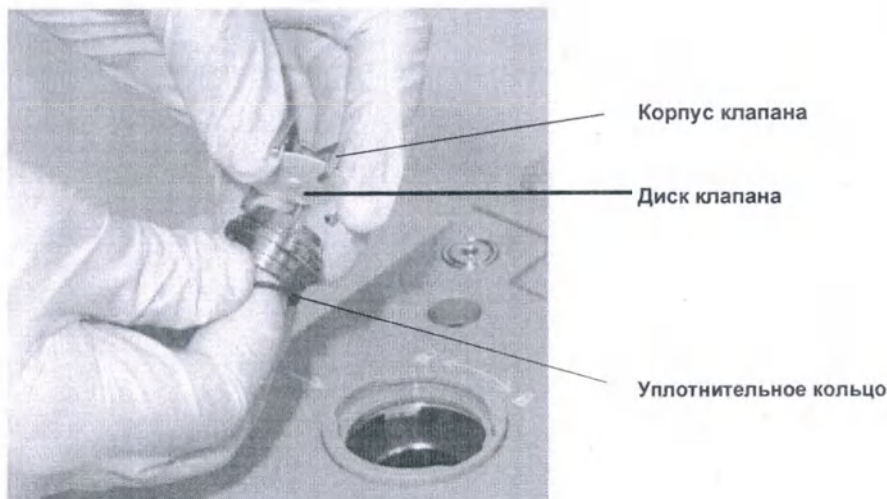

РИСУНОК 7-12 Извлечение корпуса клапана
2. Снимите корпус клапана (см. РИС. 7-12). На шести зубцах корпуса клапана есть выступы, которыми он фиксируется в узле клапана. С учетом предыдущего предупреждения, извлекать корпус клапана следует двумя руками, аккуратно поворачивая зубцы, чтобы освободить выступы. Когда корпус клапана будет извлечен из узла, убедитесь, что диск клапана не выпал.
3. Удалите диск клапана из корпуса, как показано на РИС. 7-12.
4. Снимите уплотнительное кольцо с нижней части узла клапана, как показано на РИС. 7-12.